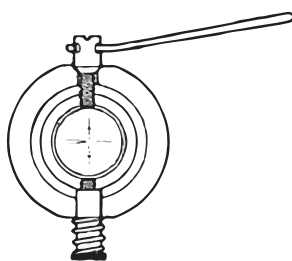

Рисунок 11
Снимите защитный колпачок окуляра (12). Поворачивайте юстировочный винт с помощью шпильки (рис. 11) до тех пор, пока значения  $b2'$  и  $b2$  не станут одинаковыми. Снова наденьте защитный колпачок окуляра.